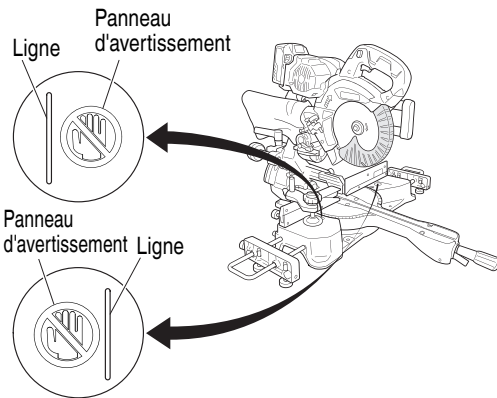

Fig. 25
- Ne jamais amener les membres à l'intérieur de la ligne à côté du signe d'avertissement pendant que l'outil fonctionne. Cela pourrait être dangereux (voir Fig. 25).